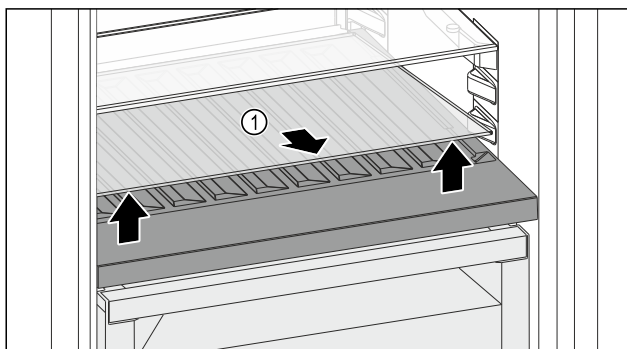

Fig. 145
- ▶ Emelje meg elől, a mélyedésnél az üveglapot Fig. 145 (1), és vegye ki.
- ▶ Biztonságosan tárolja az üveglapot Fig. 145 (1) a készüléken kívül.
- ▶ Helyezze az üveglapot (2) a variálható palackfektető polc alá.